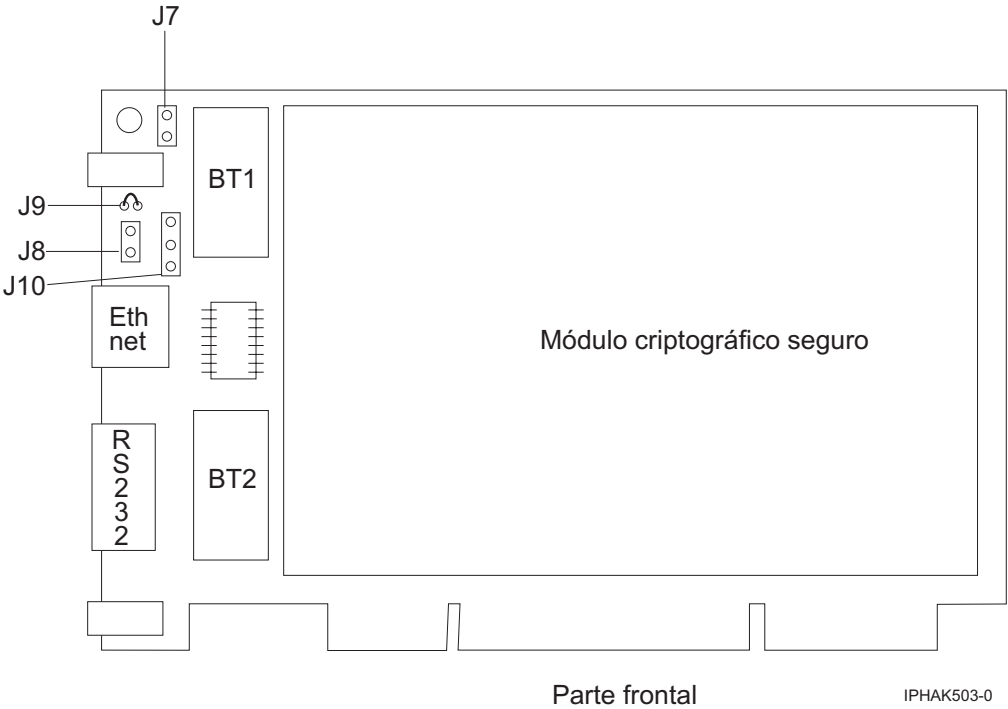

Figura 51. Parte frontal del adaptador
6. Inserte una de las nuevas baterías en la bandeja proporcionada con el kit. Alinee el polo + de la batería con el signo + de la bandeja (el extremo que tiene el hilo rojo). Conecte los hilos de la bandeja al conector J10 situado junto al puerto serie RS-232, como se ve en la Figura 51 en la página 174. El conector está polarizado para garantizar una conexión correcta.